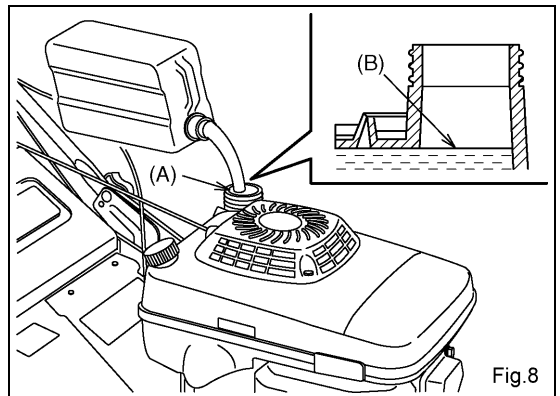

Fig.8
- (1) 燃料タンクキャップ（黒色）を給油口（A）から取り外し、燃料をゆっくりと燃料タンクに注ぎ込んで下さい。（Fig.8）
- (2) 燃料が給油口の給油限界面（B）に達したら給油を止めて下さい。（Fig.8）
- (3) 燃料タンクキャップを確実に締め付けて下さい。